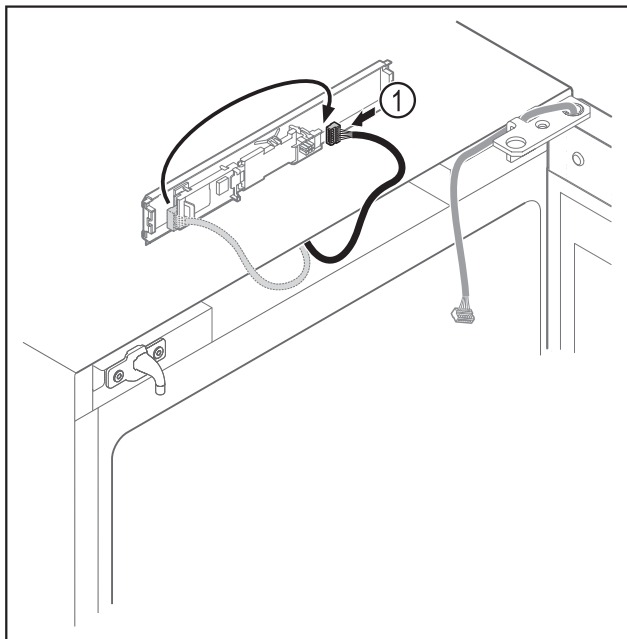

Fig. 14
- ▶ Преместете щекера Fig. 14 (1) на платката.